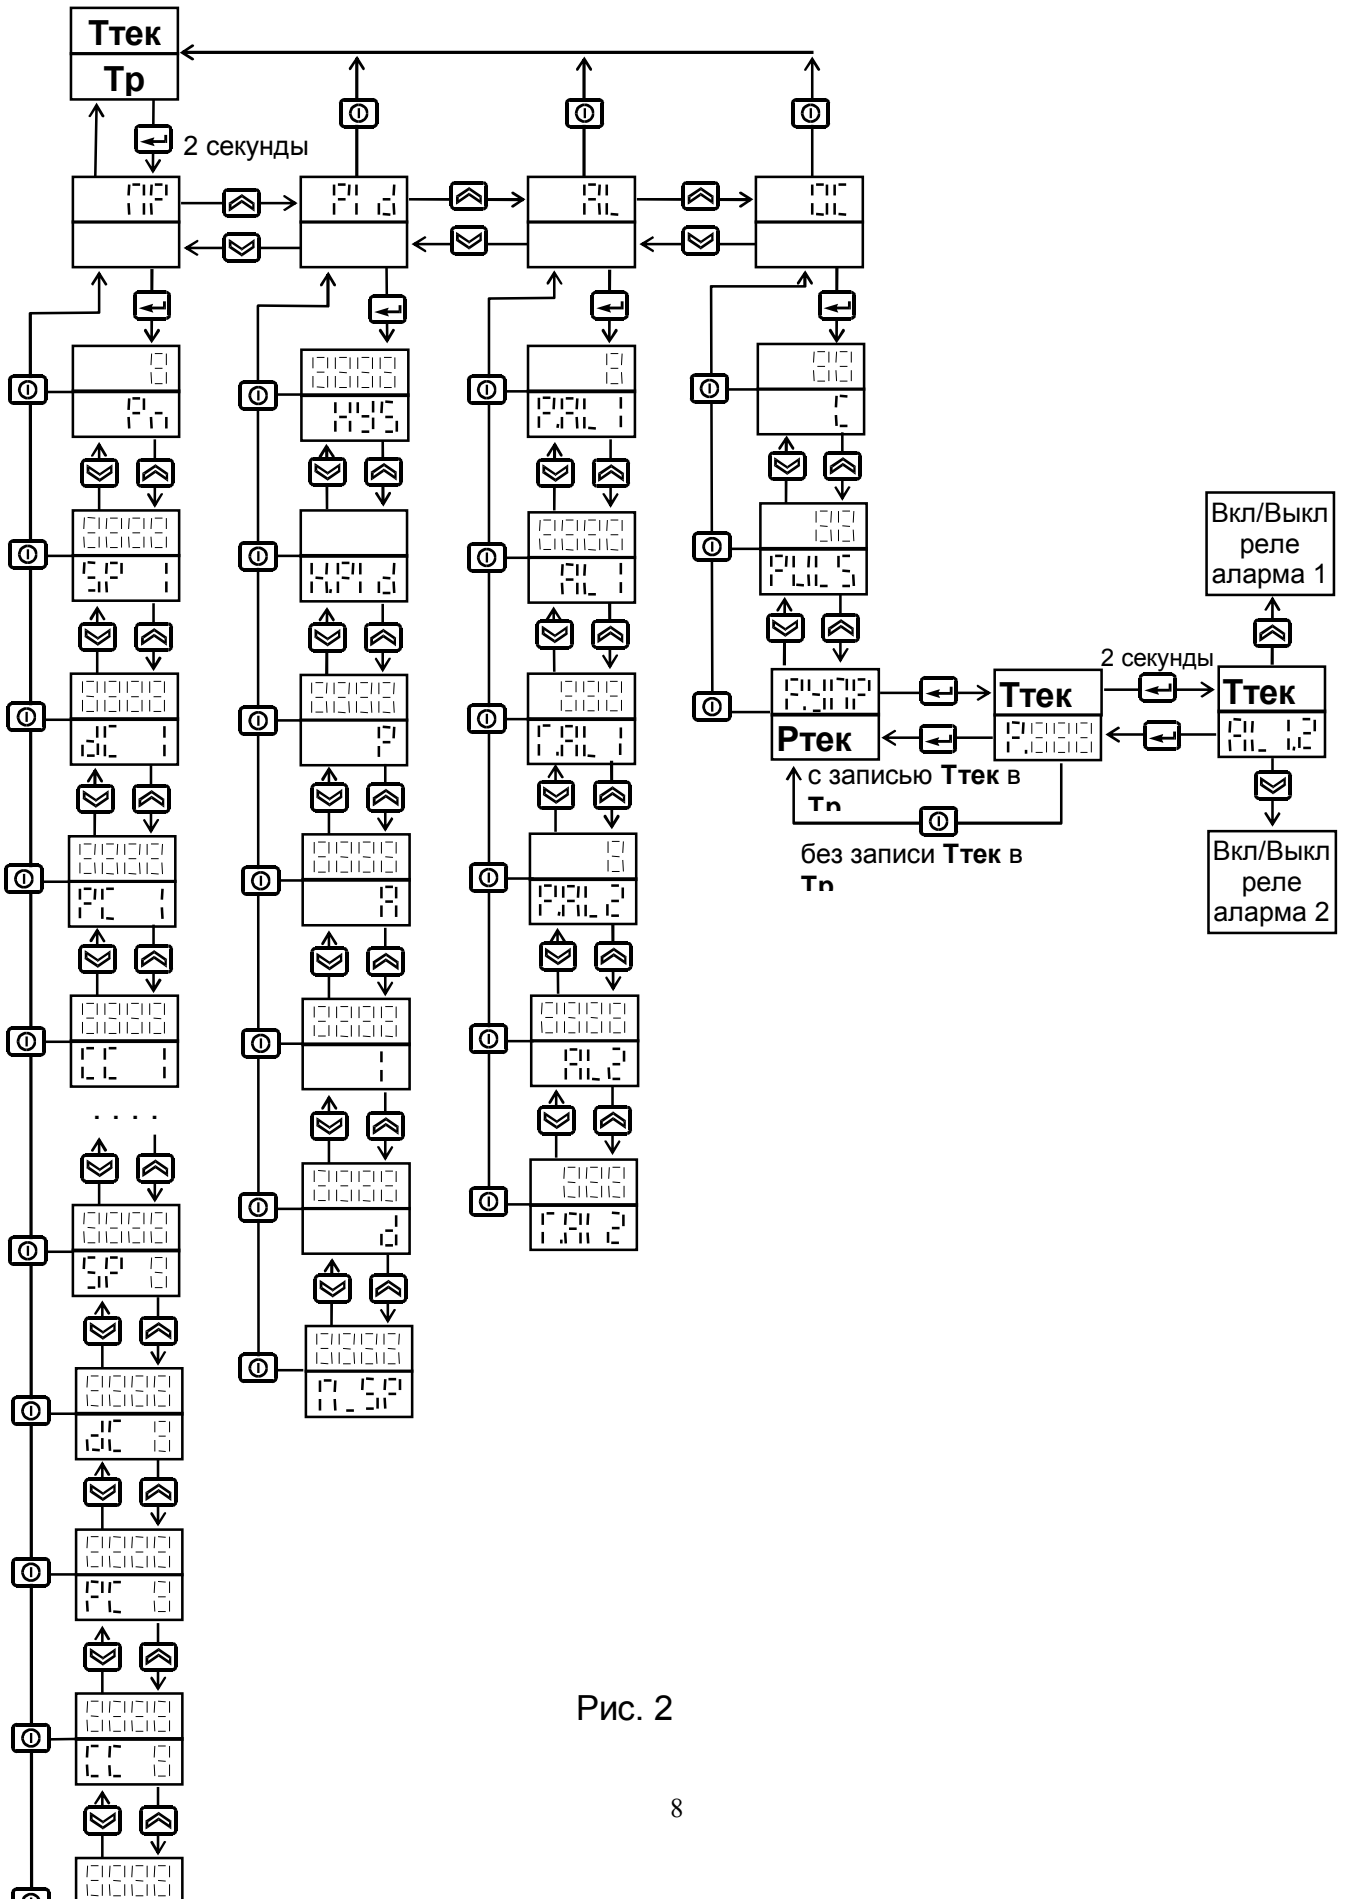

Рис. 2
**4.1.** Подключить прибор согласно Рис.2 ПРИЛОЖЕНИЯ при выключенном общем питании. Проверить правильность подключения прибора.
- Для ввода других параметров, определяющих работу регулятора, нужно в режиме отображения текущей и заданной температуры нажать и удерживать кнопку  $\text{F}_2$  примерно две секунды до появления надписи  $\text{P}_1$  на верхнем индикаторе. Теперь из меню параметров можно выбирать и изменять те, которые необходимо (Рис. 2).
**4.6** Автоматическая настройка параметров  $K_p$ ,  $I$ ,  $D$  и  $T_r$  запускается при нажатии и удержании в течение двух секунд кнопки  $\square$  при индикации параметра  $K_p$  в меню параметров  $K_p$  (см. Рис. 2). Через две секунды после нажатия кнопки  $\square$  прибор выходит из меню и переходит в режим автоматической настройки параметров  $K_p$ ,  $I$ ,  $D$  и  $T_r$ , о чем свидетельствует мигание светодиода 'Н'. По окончании настройки параметров прибор переходит в режим поддержания заданной температуры  $T_r$  или к выполнению шагов программы (если параметр  $T_r$  не равен нулю). Автоматическая настройка параметров осуществляется всегда для основного заданного значения  $T_r$  независимо от того, задана или нет программа регулирования по шагам. Настройка параметров  $K_p$ ,  $I$ ,  $D$  и  $T_r$  производится по методу предельных колебаний. Во время автоматической настройки параметров прибор полностью закрывает заслонку если  $T_{тек} > T_r + \Delta T$ , и полностью открывает если  $T_{тек} < T_r - \Delta T$ . При этом происходит колебательный процесс по температуре как показано на Рис.4.
**4.8** Действие аварийного реле определяется параметрами режима работы, а также температурой задания и гистерезисом аварийного реле из меню  $\Gamma_{1L}$  (см. Рис. 2). Параметры  $\Gamma_{1L}^1$  и  $\Gamma_{1L}^2$  задают режим работы аварийного реле. Существует 8 режимов работы:
- 2 - аналогично режиму 0, но отслеживание заданного условия начинается только после достижения текущей температурой основного заданного значения **Трег** (если параметр  $\Gamma_{1L}^1 = 0$ ) или значения  $\Gamma_{1L}^1$  (если параметр  $\Gamma_{1L}^1 \neq 0$ ). Считается, что текущая температура достигла заданной, если  $|\Gamma_{1L}^1 - T_{тек}|$  меньше или равно  $\Gamma_{1L}^2$ , где  $\Gamma_{1L}^2$  - параметр из меню  $\Gamma_{1L}$  (см. Рис.2). В режиме останова реле выключено.
- 3 - аналогично режиму 1, но отслеживание заданного условия начинается только после достижения текущей температурой основного заданного значения **Трег** (если параметр  $\Gamma_{1L}^1 = 0$ ) или значения  $\Gamma_{1L}^1$  (если параметр  $\Gamma_{1L}^1 \neq 0$ ). Считается, что текущая температура достигла заданной, если  $|\Gamma_{1L}^1 - T_{тек}|$  меньше или равно  $\Gamma_{1L}^2$ , где  $\Gamma_{1L}^2$  - параметр из меню  $\Gamma_{1L}$  (см. Рис.2). В режиме останова реле выключено.